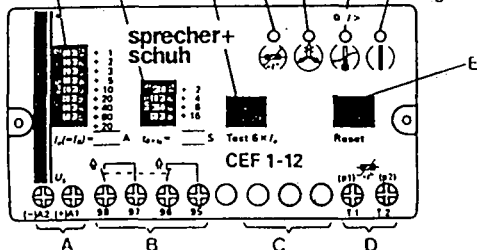

Fig. 11
- 98-97, 96-95 (Fig. 10, B): Relais de sortie; position des contacts voir Fig. 11.
#### 3.6 Control connections CEF 1-.. on front (Fig. 10, A...D and Fig. 11)
- 98-97, 96-95 (Fig. 10, B): Output contacts; switched positions see Fig. 11
(Fig. 10, A...D und Fig. 11)
● 98-97, 96-95 (Fig. 10, B): Ausgangskontakte; Schaltstellungen siehe Fig. 11